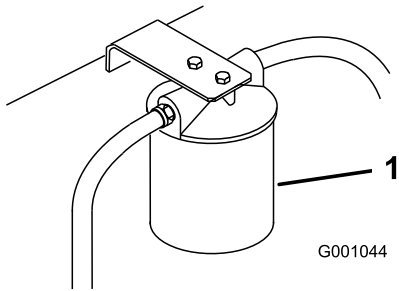

Figura 57
3. Coloque un recipiente bajo el filtro, retire el filtro usado y limpie con un paño la superficie de la junta del adaptador del filtro (Figura 57).